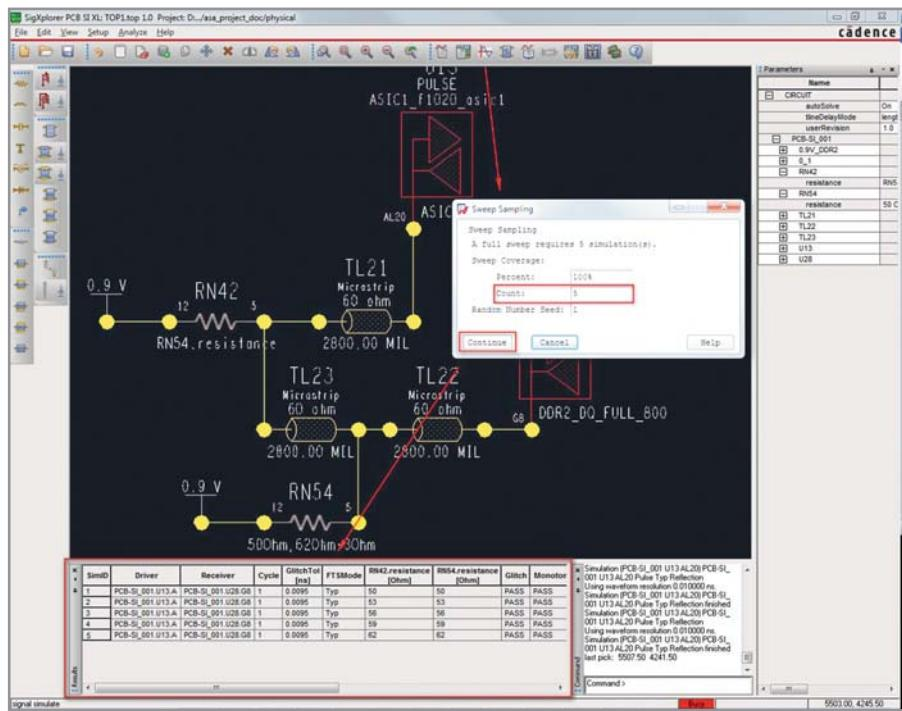

Рис. 8. Результаты анализа на панели Results в окне Signal Explorer
- 4) теперь, как и в прошлый раз, выберем *Analyze* → *Simulate*. При этом появится окно *Sweep Sampling*, где будет предложено ещё раз указать число итераций моделирования, необходимое для выполнения заданной вариации параметров. Нажмём *Continue*, и в нижней части окна *Signal Explorer* на панели *Results* появятся результаты вычислений согласно выбранным значениям сопротивлений нагрузочных резисторов (см. рис. 8).